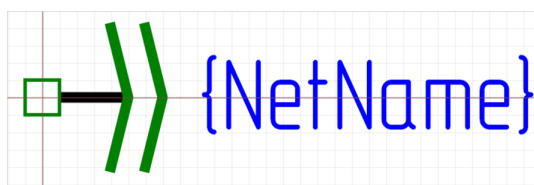

Рис. 60 Межлистовой порт соединитель
- Межлистовой - для переноса цепей между листами, см. Рис. 60.